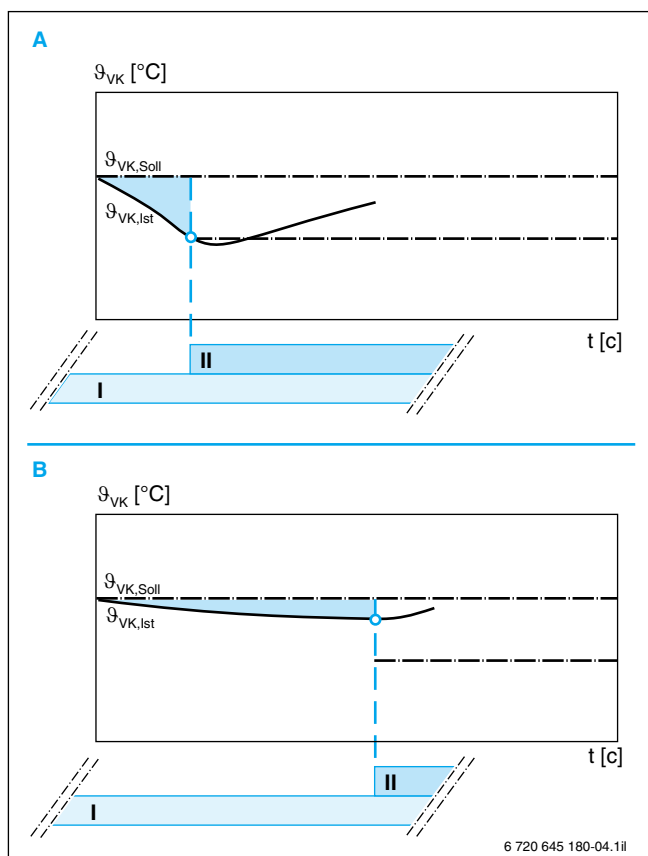

Рис. 4. Принцип работы динамической разности включения при различном отклонении регулируемой величины
- Во-вторых, система регулирования постоянно проверяет разность между заданной температурой подающей линии котла и фактической температурой подающей линии котла. Отсюда регулятор рассчитывает сумму отклонения регулируемой величины в определенном интервале времени (интеграл). Если рассчитанное значение превышает заданное предельное значение, горелка включается или выключается, даже если еще не достигнут предварительно заданный порог переключения (см. рис. 4, стр. 12).